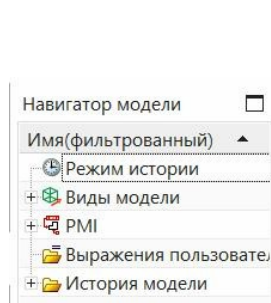

Рис.160
- Кстати, все проставленные размеры PMI отражаются в *навигаторе модели* (рис.160, 161). И вы можете выборочно включать/выключать их видимость.